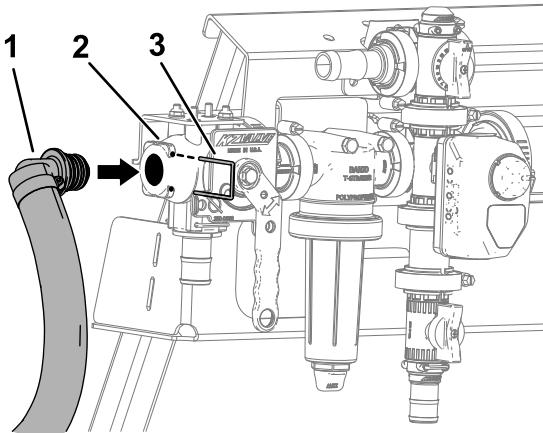

Figure 23
- Branchez l'extrémité libre du flexible à la vanne de mélange et fixez le flexible avec une goupille de retenue (Figure 23).
- Passez un collier desserré sur l'extrémité ouverte du flexible (Figure 23).